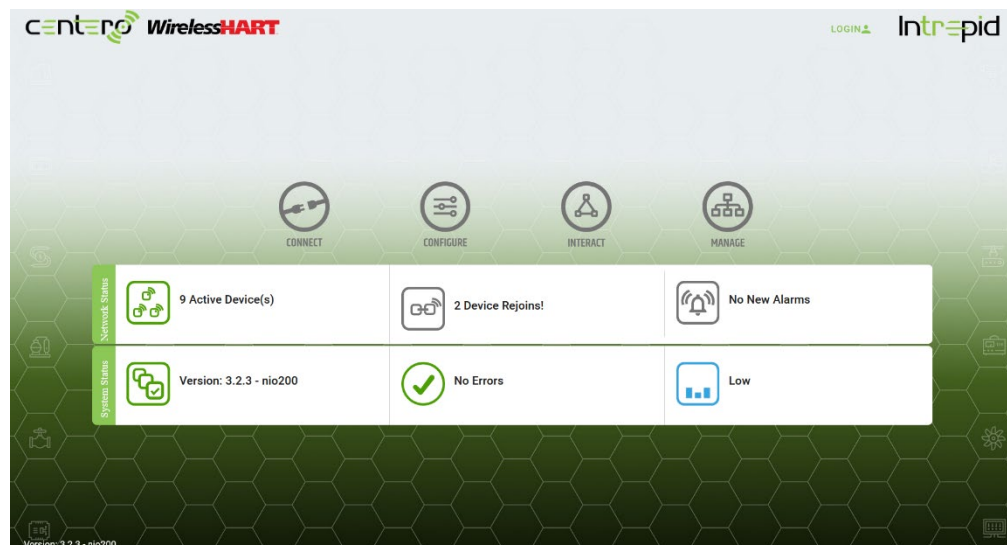

Figura 5.5 – Página de Login
- Abra o seguinte URL: http://<INTREPID_IP>. O IP padrão é 192.168.1.1. Uma vez acessado o endereço, aparecerá a página de login, conforme mostra a Figura 5.5.